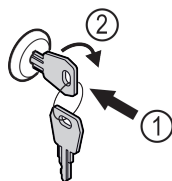

Fig. 129
- ▶ Trykk inn nøkkelen Fig. 129 (1).
- ▶ Vri nøkkelen 90° med klokka Fig. 129 (2).